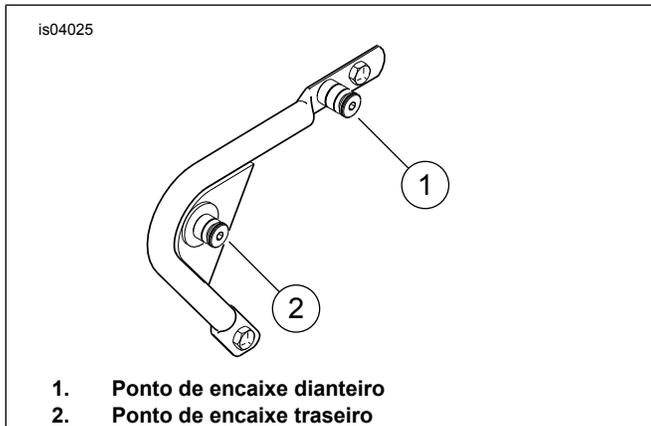
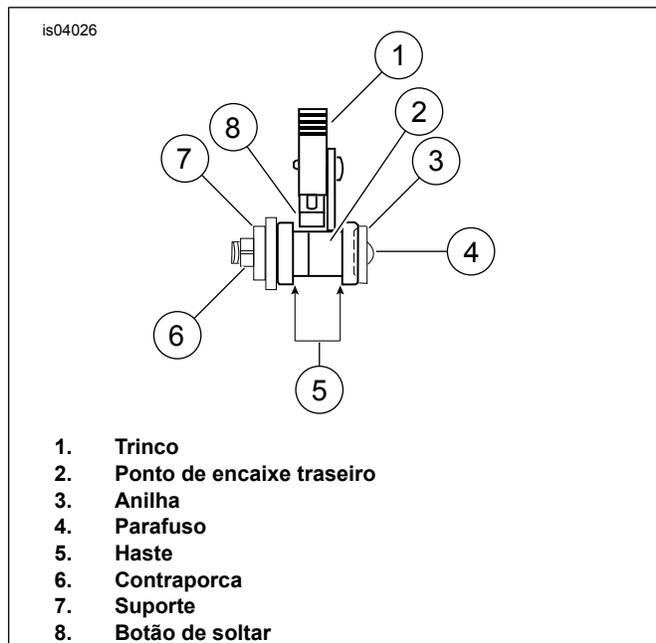

Figura 1. Suporte dos pontos de encaixe
Figura 2. Alinhamento apropriado da patilha no ponto de encaixe traseiro do lado direito (visto a partir da traseira do motociclo)
2. Ver Figura 1 . Pondo-se atrás do motociclo, coloque os entalhes frontais do rack da Tour-Pak nos pontos de encaixe dianteiros (1). Certifique-se de que os entalhes assentam totalmente nos pontos de encaixe dianteiros.
3. Ver Figura 1 e Figura 2. Posicione as patilhas sobre os pontos de encaixe traseiros (2). Verifique se as patilhas se encaixam na haste dos pontos de encaixe traseiros, como demonstrado na Figura 2. Pode ser necessário apertar com algum cuidado ou abrir o rack.
Depois de instalar o rack da Tour-Pak, verifique se a Tour-Pak e o rack estão seguros. Os pontos de encaixe dianteiro e traseiro devem estar totalmente engatados. Ver Figura 2 para saber como se engata corretamente.